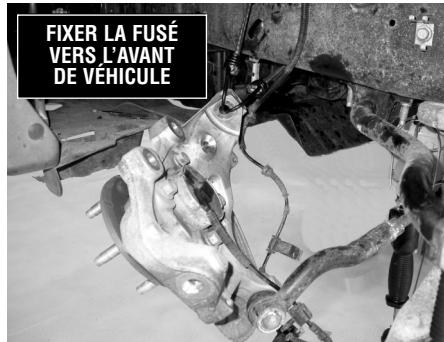

FIGURE 2
9. Tout en supportant la fusée, démonter l'écrou du pivot du joint à rotule inférieur. Tourner la fusée vers l'avant du véhicule et fixer à l'écart (VOIR FIGURE 2).